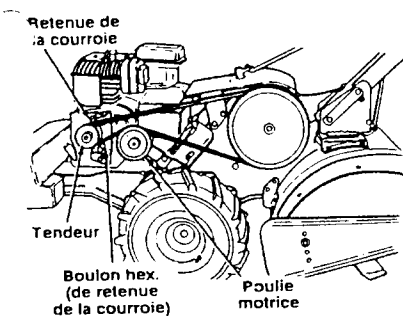

FIGURE 17
3. Enlevez le boulon hex. (de retenue de la courroie) situé en dessous de la poulie motrice. Voir la figure 17.
REMARQUE: Lors du remontage, vérifiez que la courroie passe au-dessus de la poulie du tendeur et entre les dispositifs de retenue près de la poulie du tendeur. Voir la figure 17.